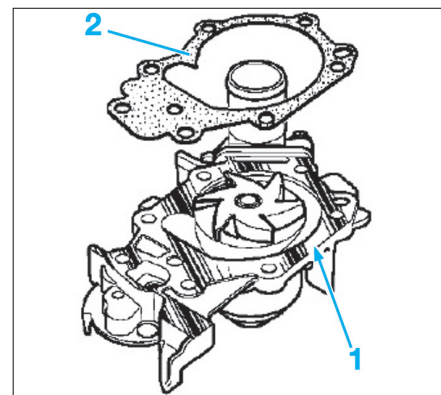

Fig. 23
- Déposer la pompe à eau (1) avec son joint (2) (Fig.23).